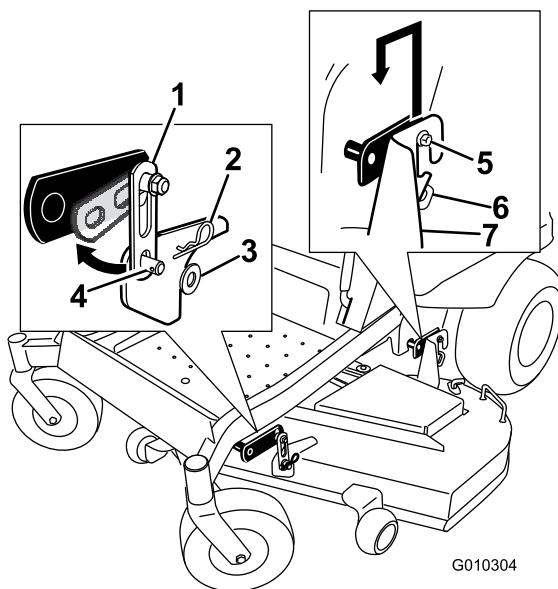

Figura 64
- Retire los herrajes de las pletinas de suspensión delanteras en ambos lados de la plataforma (Figura 64).
- Retire la plataforma con cuidado de los pernos de las pletinas de suspensión y baje la parte delantera de la plataforma al suelo (Figura 64).
5. Eleve la parte trasera de la plataforma del cortacésped y coloque los soportes de las pletinas de suspensión sobre sus pernos (Figura 64).
6. Conecte el soporte delantero de la plataforma del cortacésped a las pletinas de suspensión delanteras sujetelas con una arandela y un pasador de horquilla (Figura 64).